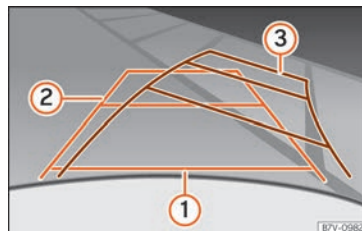

Fig. 276 Pantalla: líneas de orientación del espacio para aparcar detrás del vehículo.
Significado de las líneas de orientación proyectadas en la pantalla »» fig. 276. Todas las longitudes de las líneas de orientación toman como referencia a un vehículo situado sobre una superficie horizontal.
- Dé marcha atrás lentamente y gire el volante de modo que las líneas amarillas de orientación le guíen hasta el hueco »» fig. 276 ③.